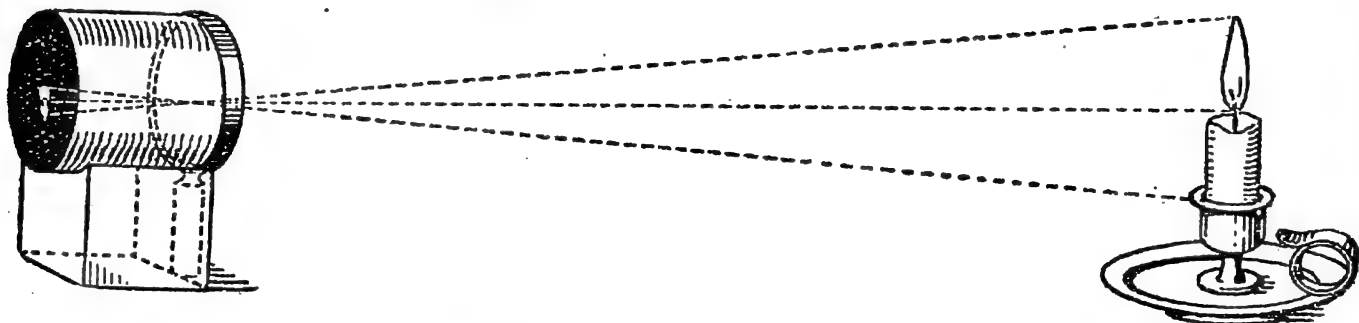

Fig. 5. — Sur le fond de la boîte de carton, se forme une image, petite et renversée, de la bougie.
**6. Les images dans l'œil.** — Comment l'œil nous permet-il de voir ? Pour nous en faire une idée, plaçons en face d'une bougie allumée une boîte de carton cylindrique, dont nous avons remplacé le fond par du papier transparent et le couvercle par une loupe : remarquons que le verre de celle-ci a la forme du cristallin de l'œil. En déplaçant la boîte en avant et en arrière, nous trouvons, après un peu de tâtonnement, une place telle que l'image de la bougie vient se former très nette, renversée, sur le papier transparent (*fig. 5*).